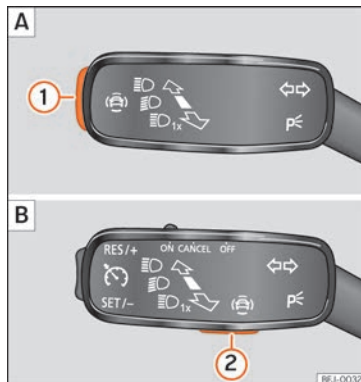

Fig. 115 Sur le levier des clignotants et des feux de route : touche des systèmes d'aide à la conduite (en fonction des versions).
- Appuyez brièvement sur la touche **» fig. 115** ① ou ② pour ouvrir le menu **Assistants**.